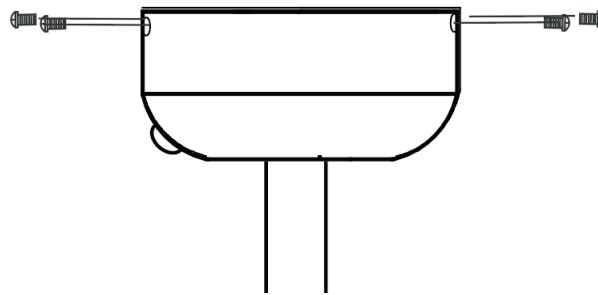

Abb. 12
- Bringen Sie die Konsole über der Halterung an. Achten Sie darauf, dass alle Elektrokabel unter der Konsole verlegt sind und dass bei diesem Schritt keine Kabel eingeklemmt werden. Schrauben Sie die Konsole mit den beiliegenden Schrauben an der Aufhängung an. (Abb. 12)